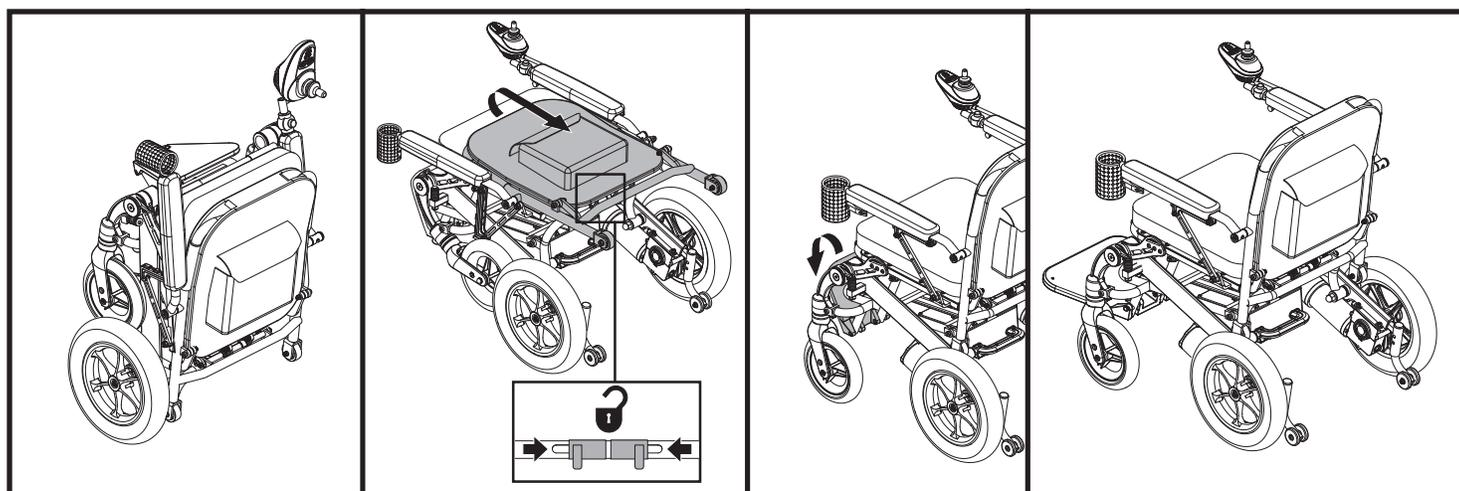

Figura 8. Desplegar el Jazzy® Passport
2. Coloque una mano sobre la parte superior del respaldo y júlela hacia abajo mientras aprieta los pasadores del mecanismo de bloqueo a la vez. **Vea la figura 8.**